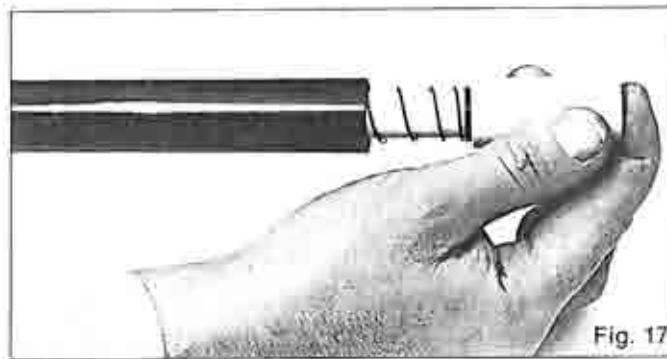

Fig. 17
- f3. Inserire il/i riduttore/i nella molla serbatoio ed introdurre lo/gli stessi nel tubo serbatoio (Fig. 17), aggiungendo successivamente il distanziale (solo nel mod. RS 202).
*Insert the reducers in the magazine spring and the whole in the magazine tube (Fig. 17), add the spacer (only for the RS 202 model).*
*Insérer le(s) réducteur(s) dans le ressort du tube-magasin et l'introduire (les introduire) dans le tube-magasin (Fig. 17), ajouter (pour le mod. RS 202 seulement) l'entretoise.*